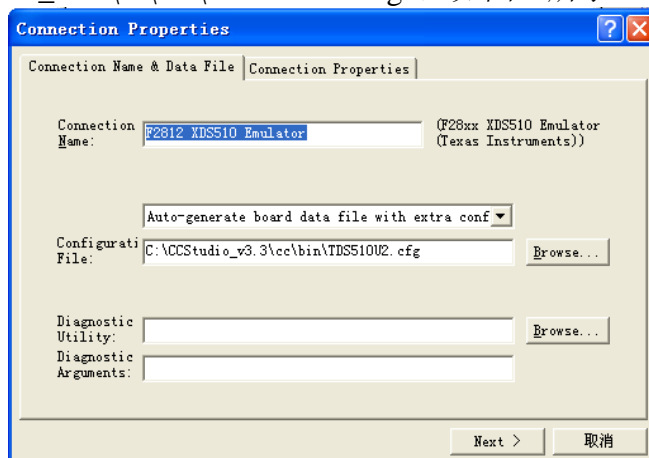

图10 属性对话框2
- ④ 在“Auto-generate...”处下拉菜单中选择“Auto-generate board data file with extra config”，在Configuration File右侧点Browse...选择文件“C:\CCStudio_v3.3\cc\bin\TDS510U2.cfg”，如图10所示。